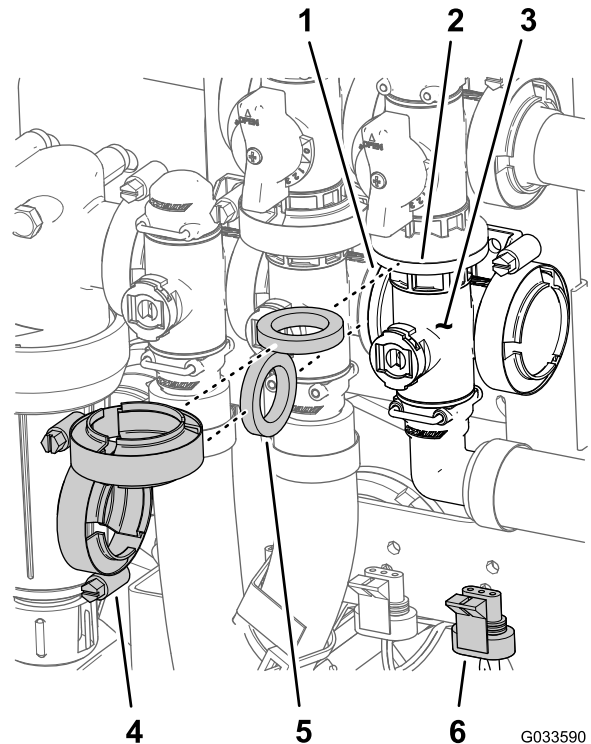

Figure 129
1. Alignez la bride du collecteur de la vanne générale des rampes, un joint et la bride de la vanne de dérivation générale (Figure 129).
2. Fixez en place le collecteur de la vanne générale, le joint et la vanne de dérivation générale des rampes avec un collier serré à la main (Figure 129).
3. Alignez la bride du collecteur de la vanne générale des rampes, un joint et le collecteur de la vanne d'agitation (Figure 129).
4. Fixez en place le collecteur de la vanne générale des rampes, le joint et le collecteur de la vanne d'agitation avec un collier serré à la main (Figure 129).
- Fixez la vanne d'agitation sur son support à l'aide du boulon à embase et du contre-écrou à embase (**Figure 129**) que vous avez retirés à l'opération 3 de **Dépose du collecteur de la vanne générale des rampes** (page 83), et serrez l'écrou et le boulon à un couple de 10 à 12 N·m (90 à 110 po-lb).